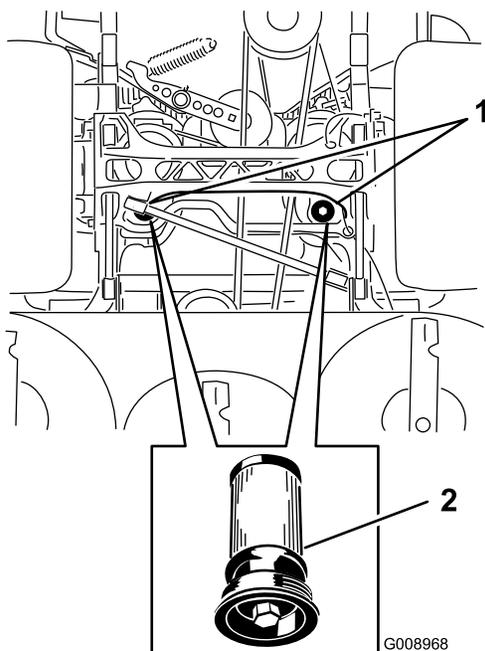

Figura 87
5. Coloque un recipiente debajo del filtro, retire el filtro usado y limpie la superficie (Figura 87).
6. Aplique una capa fina de aceite hidráulico a la junta de goma del filtro nuevo (Figura 87).